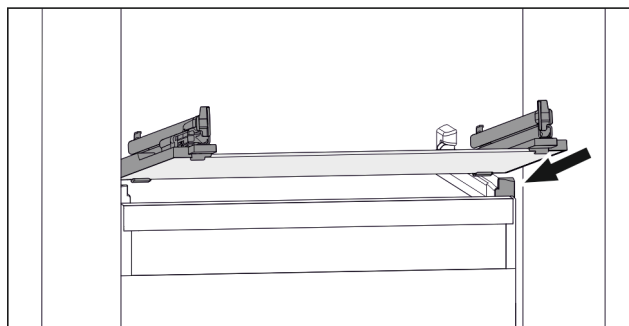

Fig. 124 Przykładowa prezentacja płyty szklanej
- ▶ Założyć płytę szklaną pod skosem za stoperami. (patrz Fig. 124)